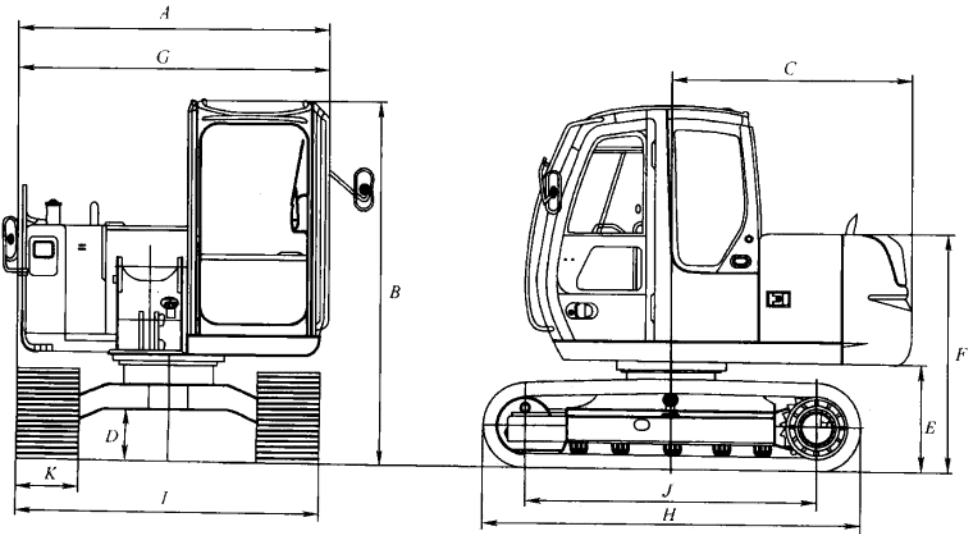

图 1-2 日立 ZAXIS70LC 型挖掘机尺寸图
2) 日立 ZAXIS70LC 型挖掘机尺寸图如图 1-2 所示。日立 ZAXIS70LC 型挖掘机技术规格如表 1-2 所示。